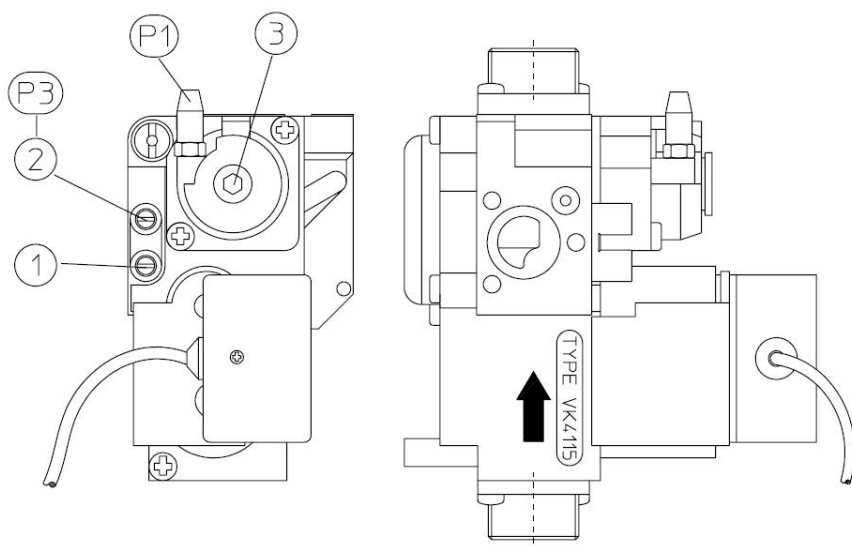

Рисунок 29 – Газовый клапан VK 4115 (Victrix 20)
- если значение не соответствует табличному, отрегулируйте его с помощью винта «3» (рисунок 29);